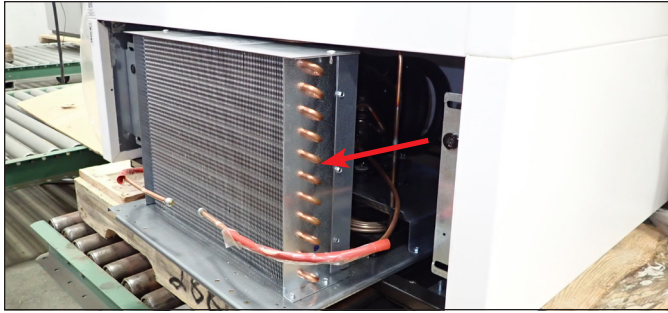

Abb. 5. Die Verflüssigereinheit vorsichtig herausziehen.
6. Die Verflüssigereinheit vorsichtig herauschieben (Schlauchanschlüsse sind flexibel). Die Spule vorsichtig mit Druckluft oder CO₂ durchblasen, bis sie sauber ist. Siehe Abb. 5.